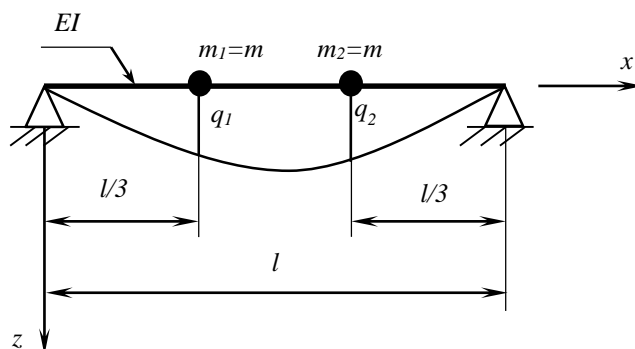

Рисунок 3 – Невесомая балка с двумя сосредоточенными массами
*Задача.* Дана невесомая балка с двумя сосредоточенными массами  $m$  (рисунок 3). Длина балки  $l$ , жесткость на изгиб –  $EI$ . Эта система имеет две степени свободы; в качестве обобщенных перемещений выберем перемещения масс по оси  $z$ :  $q_1$  и  $q_2$ . Основные дифференциальные уравнения могут быть записаны двумя формами: